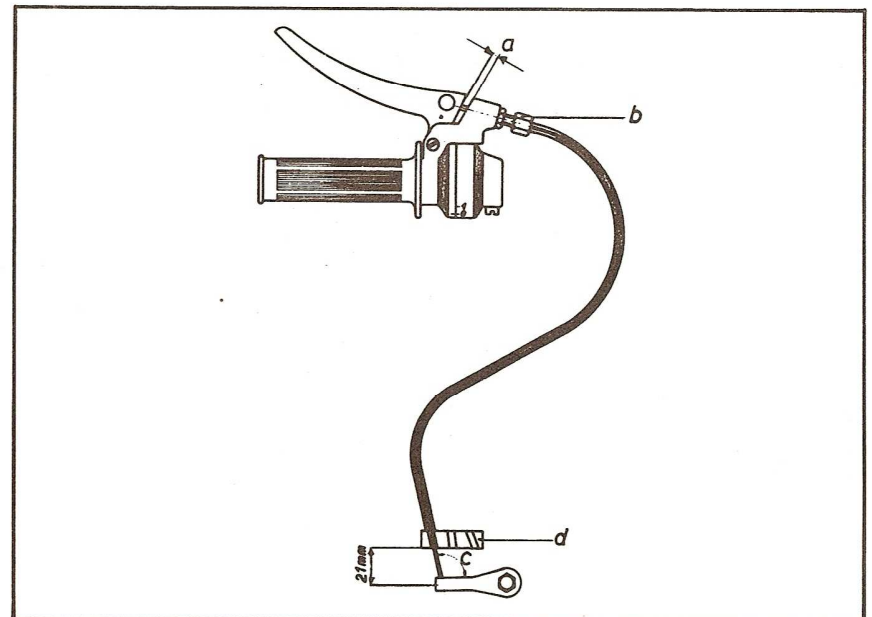

Fig. 8
- cette résistance doit durer environ 2 mm (voir Fig.8 , a)
- : Au moment de surmonter la résistance, le levier sur le bloc-moteur doit être d'équerre avec la câble (voir l'angle 'c' sur la figure 8)